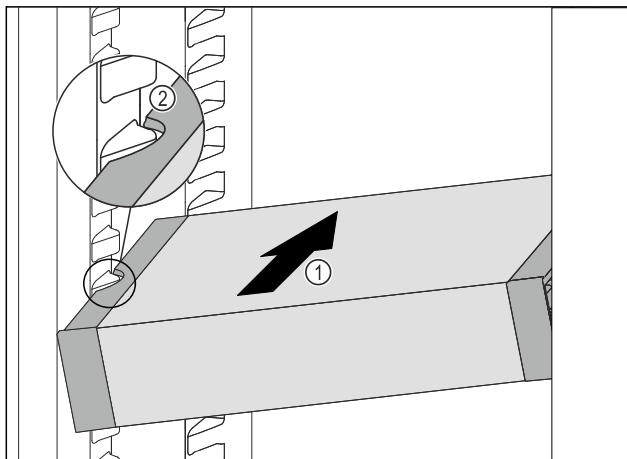

Fig. 135
- A VarioSafe fiókot ferdén tolja be a hűtőrészbe Fig. 135 (1) annyira, hogy a VarioSafe oldalsó kivágásai Fig. 135 (2) a hűtőrészben a tartóborda magasságában legyenek.